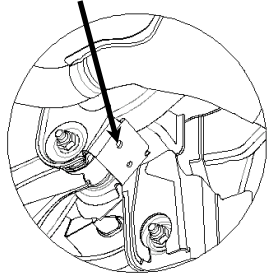

Figura 3
- En el Buick LaCrosse y el Cadillac XTS agrande el orificio posterior en el montaje de la suspensión del vehículo para aceptar un perno de 1/2". Ver Figura 3.
- Instale los pernos de carruaje de 1/2" (4) en la placa de soporte del enganche.